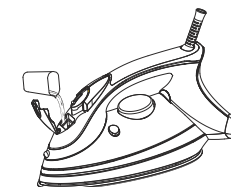

Рис.4
2. С помощью чашки, аккуратно залейте водопроводную или дистиллированную воду в резервуар до отметки максимального уровня «MAX», как показано на Рис.4.
3. Установите снова насадку для фильтрации воды в отверстие для заливания воды. Смотрите Рис.4